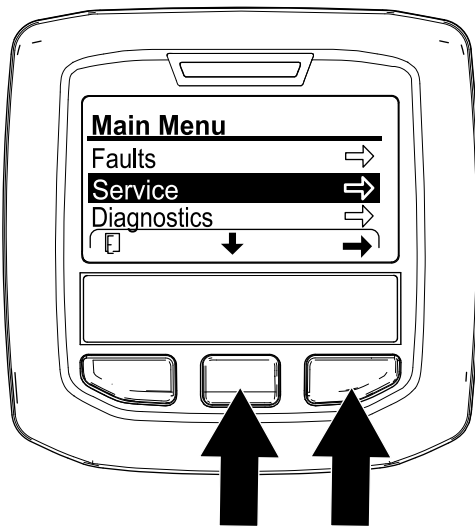

Figure 177
4. Dans l'InfoCenter, naviguez jusqu'au MENU PRINCIPAL (Figure 177).